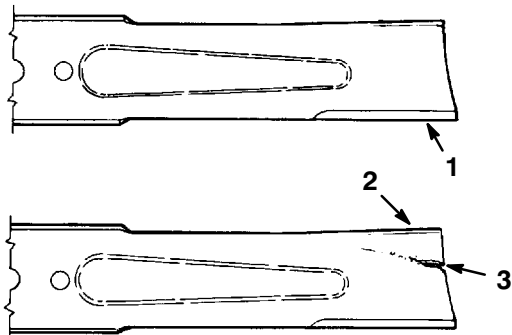

Figure 30
2. Inspecter les arêtes de coupe (Fig. 30). Si elles ne sont pas tranchantes ou si elles présentent des traces de coups, déposer les lames et les aiguiser, voir Aiguisage des lames, page 20.
3. Inspecter les lames, surtout à l'endroit de l'incurvation (Fig. 30). Si une lame semble endommagée ou usée ou s'il s'y forme une entaille (Fig. 30), la remplacer immédiatement.